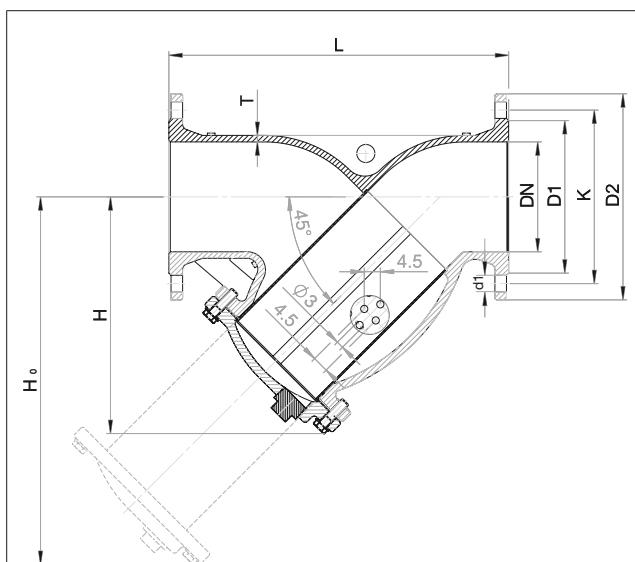

Fig. 2: Dimensions
- Nous recommandons d'installer un filtre à tamis Oventrop dans chaque tuyauterie. - Vous avez la possibilité de monter le filtre à tamis à la verticale ou à l'horizontale. ▶ S'assurer que le produit et les tuyauteries sont exempts d'impuretés. ▶ Respecter le sens de circulation. ▶ S'assurer que la zone de tamisage est orientée vers le bas pour pouvoir recueillir les impuretés. ▶ Installer le filtre à tamis en évitant toute contrainte mécanique. ▶ S'assurer que la zone en avant du couvercle de protection reste dégagée (voir cote H0 Fig. 2, page 7).